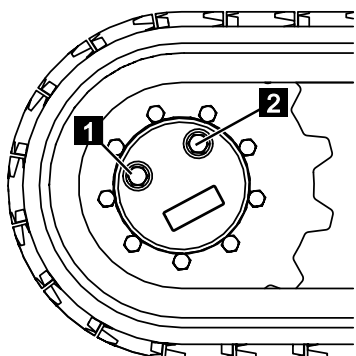

Abb. 151
4. Die Verschraubungen (Abb.151/1 und 2) herausschrauben.